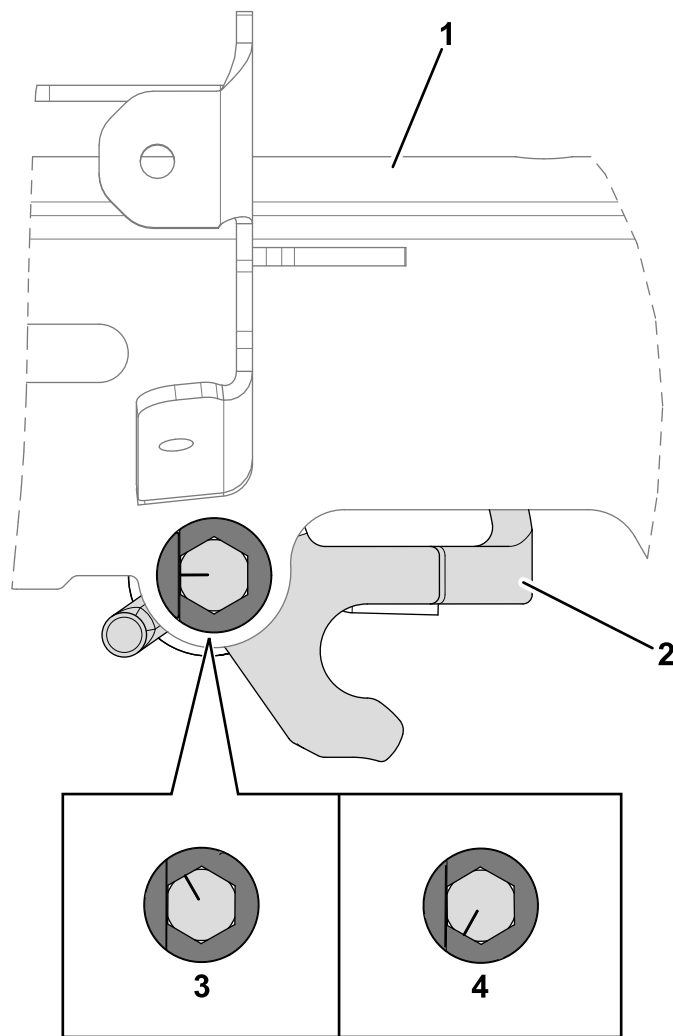

**Рисунок 11**
1. Ослабьте гайку на запорном болте так, чтобы головка болта могла свободно перемещаться непосредственно над упором шкворня (Рисунок 11).
3. Затяните гайку на запорном болте (Рисунок 11) так, чтобы новое положение болта было зафиксировано упором шкворня.